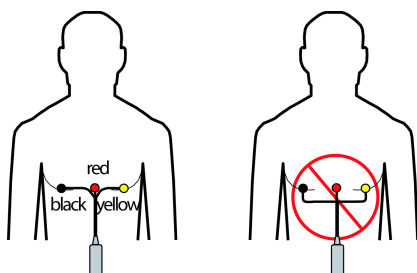

Рис. 3.2 Наложение электродов
1. Наложите электроды, как показано на Рис. 3.2 'Наложение электродов':
- Кабели отведений должны быть размещены, как показано на Рис. 3.2 'Наложение электродов'.